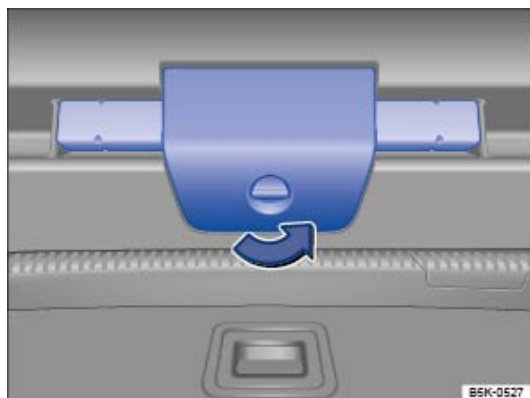

Fig. 64 Dans le capot arrière : ouverture du support du triangle de présignalisation
- Tournez le verrouillage du support du triangle de présignalisation de 90° dans le sens inverse des aiguilles d'une montre ⇒ Fig. 64.